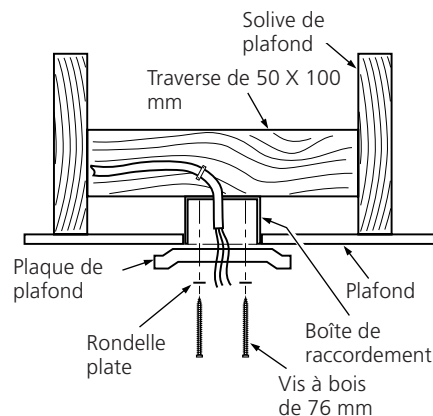

Figure 2c – Fixation de la plaque de plafond à une traverse de 5 cm X 10 cm
5. Placez une rondelle plate sur chaque vis de 76 mm et faites passer les vis à travers les trous allongés dans la plaque de plafond comme indiqué à la figure 2c.